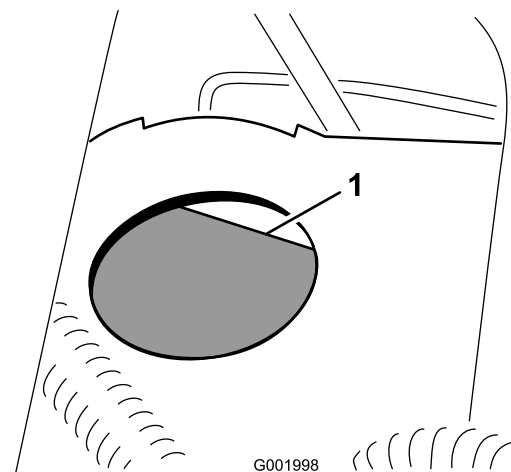

Figure 59
2. Le niveau de liquide doit atteindre le repère maximum sur le réservoir (Figure 59).